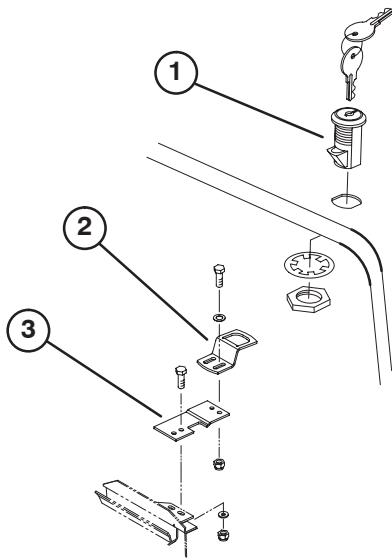

Bild 4
3. Befestigen Sie den Riegel mit der Sicherungsscheibe und Mutter an der Motorhaube. Stellen Sie den Schalter mit dem Riegel so, das er vorne zur Maschine zeigt (Bild 4).
4. Befestigen Sie den Riegelriemen mit zwei Kopfschrauben (1/4 x 3/4 Zoll), flachen Scheiben und Sicherungsmuttern an der Kühlerstrebe (Bild 4).
6. Drehen Sie den Riegel mit dem Schlüssel auf die Verriegelt- und Entriegelt-Stellung. Nehmen Sie den Schlüssel ab und bewahren Sie ihn an einem sicheren Ort auf (Bild 4).